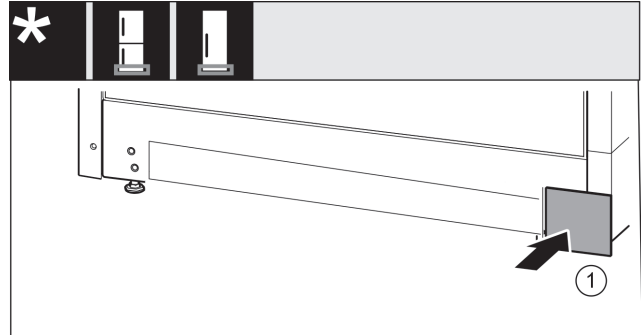

Fig. 33
- ▶ Знову вставте кришку Fig. 33 (1) з іншого боку.